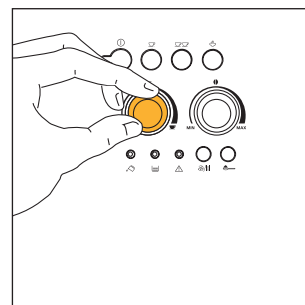

Рис. 8
- 3) Поверните левую ручку, рис. 8, для установки количества молотого кофе. Чем больше поворота ручка по часовой стрелке, тем больше кофе получится. При первом использовании необходимо путем проб приготовить несколько чашек кофе, чтобы определить правильное положение ручки.